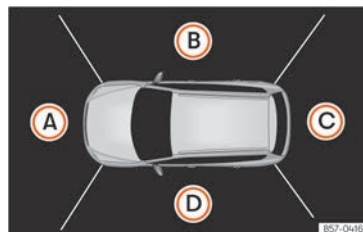

Fig. 197 Visualização do sistema de visão periférica: perspetiva aérea.
» **Fig. 197.** A perspetiva aérea pode-se selecionar pressionando sobre o *veículo* dentro da zona.
» **Fig. 197** (A) e (D) da perspetiva aérea ou da perspetiva aérea reduzida, pode-se selecionar a vista correspondente.
No ecrã do sistema de infotainment mostra-se a perspetiva aérea » **Fig. 197.** Se se pressionar o botão  circulando a mais de 15 km/h (9 mph), não se mostrará a imagem.